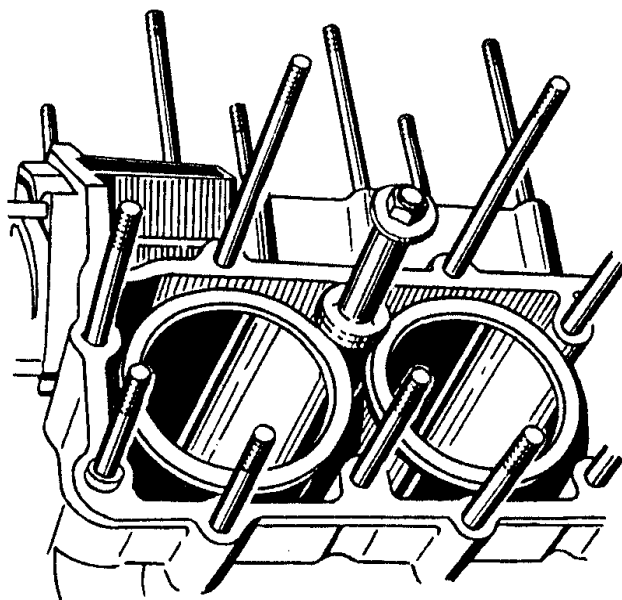

Рис.50. Закрепление гильз втулками - зажимами
21. При необходимости, вынуть гильзы цилиндров с прокладками. В противном случае, закрепить втулками-зажимами гильзы цилиндров в блоке цилиндров для предохранения их от выпадения (рис.50).